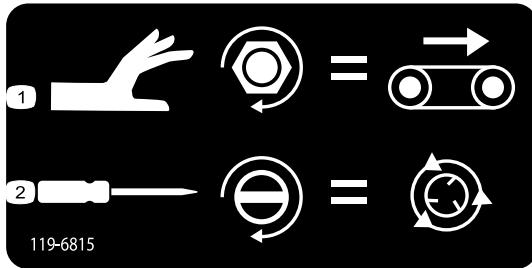

Figure 44
- Pour régler la vitesse de la bande transporteuse (Figure 44), tournez le bouton dans le sens horaire. Utilisez la vitesse maximum de la bande transporteuse indiquée par le système à code couleur quand il n'y a pas de débit hydraulique. Ce réglage est utile quand la trémie est pleine de sable.